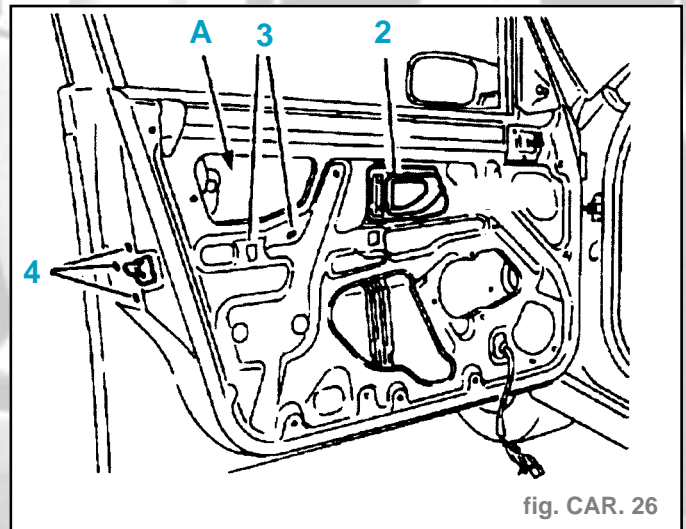

fig. CAR. 26
- Déposer la commande intérieure (2) en tirant la poignée vers les charnières (fig. CAR. 26).
- Dégrafer les agrafes (3).
- Déposer les fixations (4).
- Sortir l'ensemble mécanisme et tringles par l'ouverture (A).